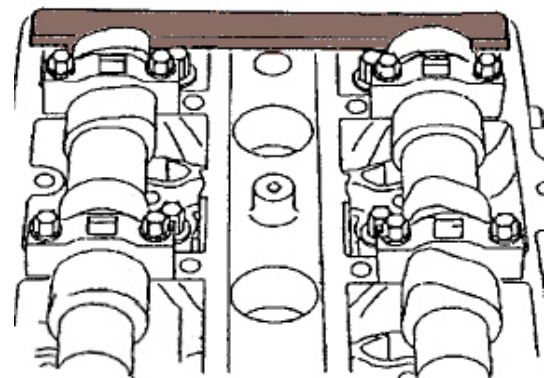

Abb.3
6. Montieren Sie die Lehre für das Nockenwellenrad. (siehe Abb.3)